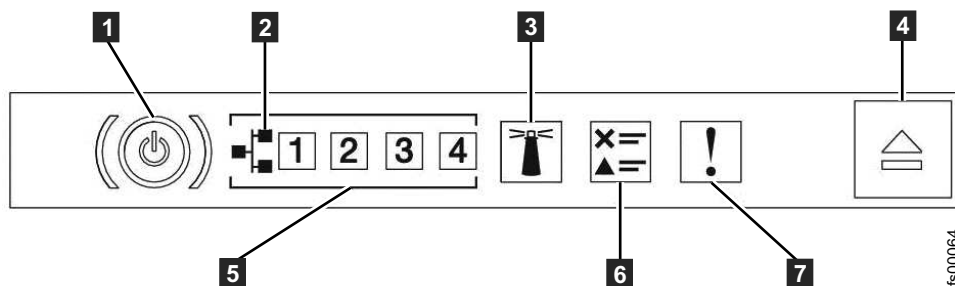

図 44. SAN ボリューム・コントローラー 2145-DH8 オペレーター情報パネル
1. SAN ボリューム・コントローラー 2145-DH8 オペレーター情報パネル の図 44 に示されているシステム・エラー LED **7** は点灯していますか、それとも明滅していますか?